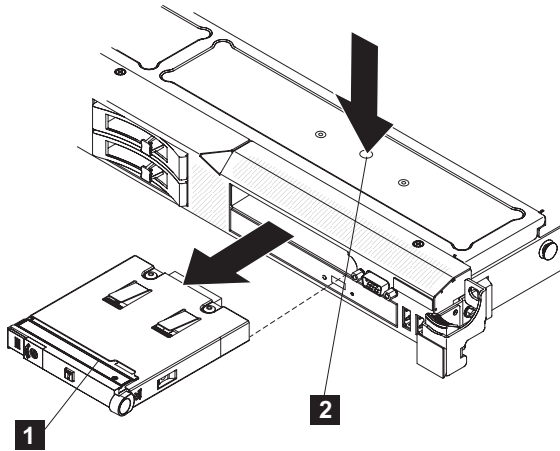

図 209. SAN ボリューム・コントローラー 2145-CG8 または 2145-CF8 オペレーター情報パネルを取り外すための解放タブの使用
7. 先のとがったものを使用して、解放タブ (252 ページの図 209 の **2**) を押し下げます。